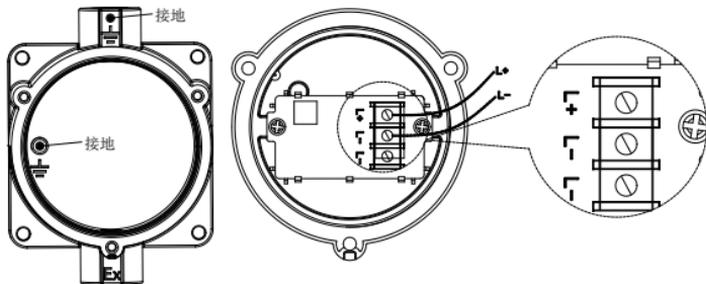

图 3 产品接线位置图例
- 每个探测器金属外壳  端子应就近连接到大地上，接地位置如图 3 所示，至少一处接地。